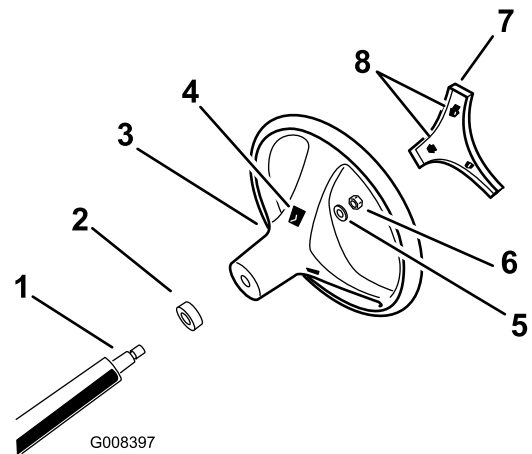

Figura 3
4. Sujete el volante a la columna con la contratuerca (Figura 3). Apriete las contratuercas a 24–29 Nm.
5. Alinee las pestañas del embellecedor con las ranuras del volante y coloque el embellecedor a presión en el centro del volante (Figura 3).